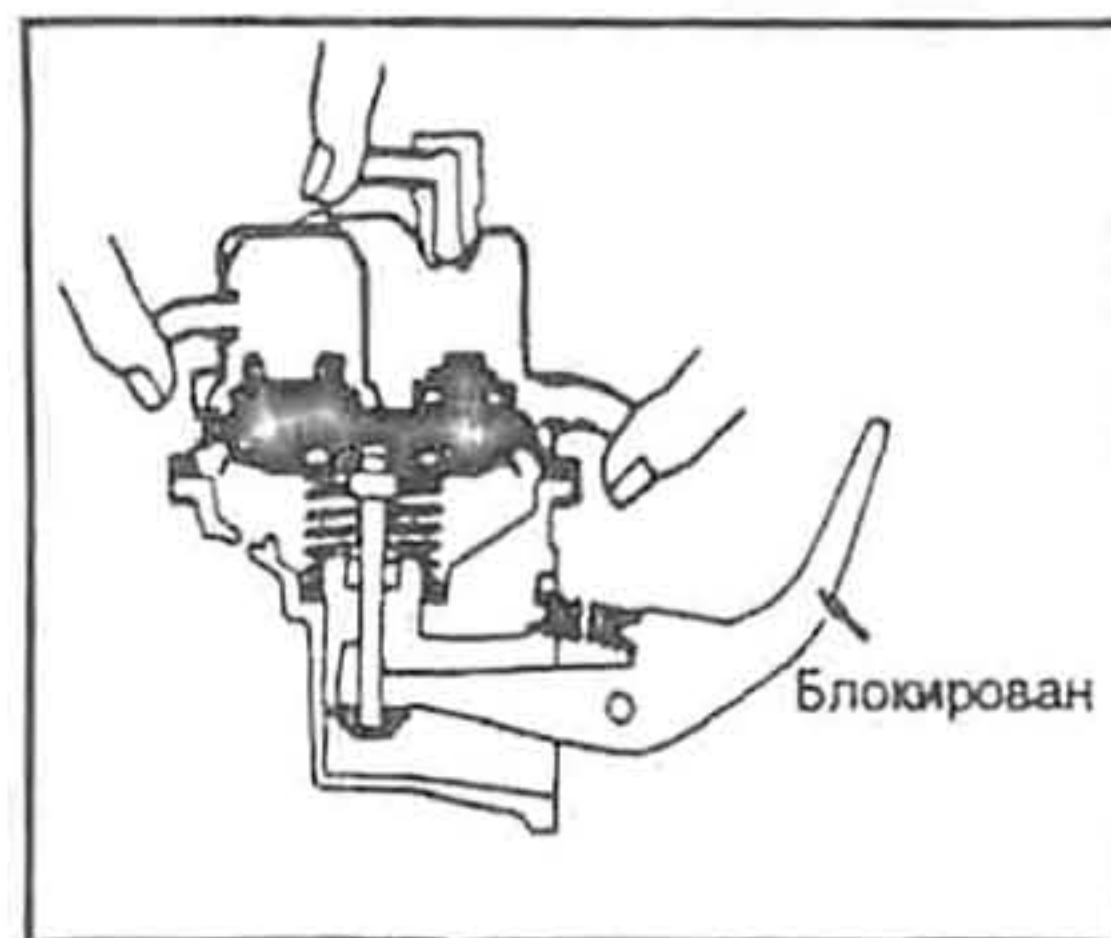

Рис. 148
- для проверки диафрагмы перекройте все трубки (рис. 148): ручка подкачки д.б. заблокирована (также не прикладывайте большое усилие);